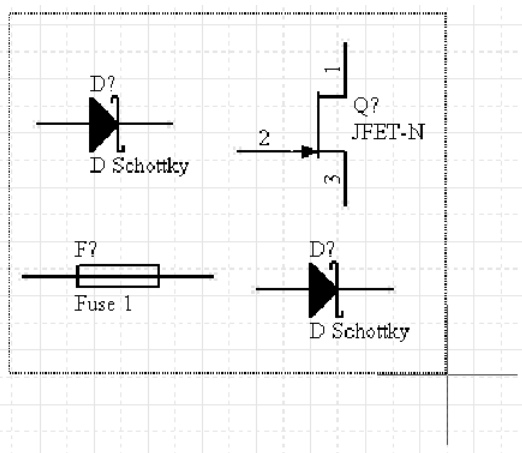

图 3.16 一次选中多个元件
- 执行菜单命令 Edit/Select/Inside Area,或单击标准工具栏上的图标 ,执行命令后光标变成十字形,将十字光标放在目标区域的左上角单击,移动光标至目标区域的右下角,如图 3.16 所示,再单击,这样矩形区域中的所有元件均被选中。